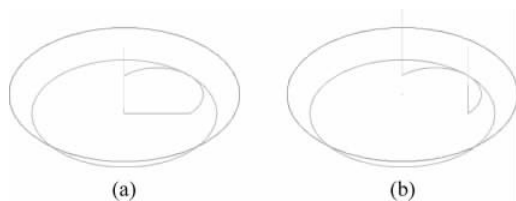

图 5-152 选择进刀点
- “由圆心开始”复选框：选择此复选框，刀具将从圆心开始下刀铣削，沿圆周切削完毕后，再从圆心退刀，如图 5-152(a) 所示；反之，刀具从圆的边缘进/退刀，如图 5-152(b) 所示。